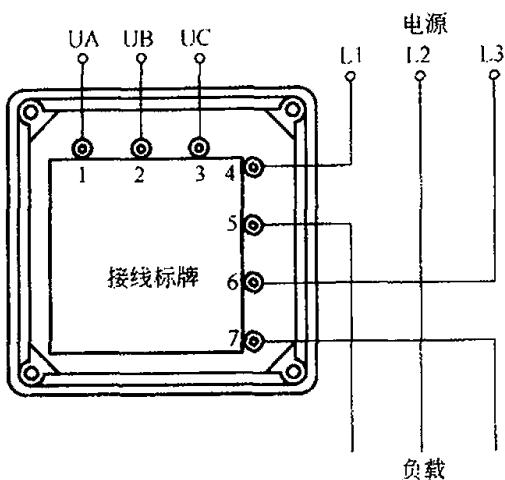

图 85 SHD136 II / SHD146 II 数字功率表接线图
85. SHD136 II / SHD146 II 数字功率表接线图（见图 85）